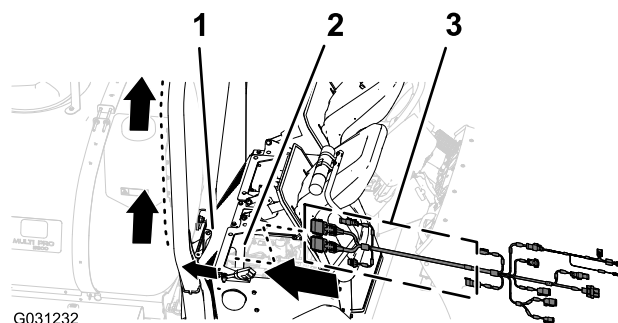

Figure 165
1. Acheminez la branche de 390 cm du faisceau de données dans le côté droit du compartiment moteur (près du filtre à air du moteur) et vers l'arrière, sous la partie inférieure droite du carénage arrière du moteur (Figure 165).